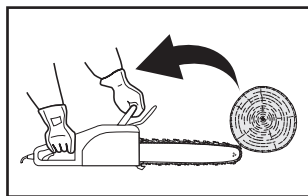

Fig. 21
Em alguns casos, o contacto com a ponta da guia (9) pode provocar uma reação inversa extremamente rápida, o que resulta no movimento da guia para cima e para trás em direção ao utilizador (Fig. 21, 22, 23).